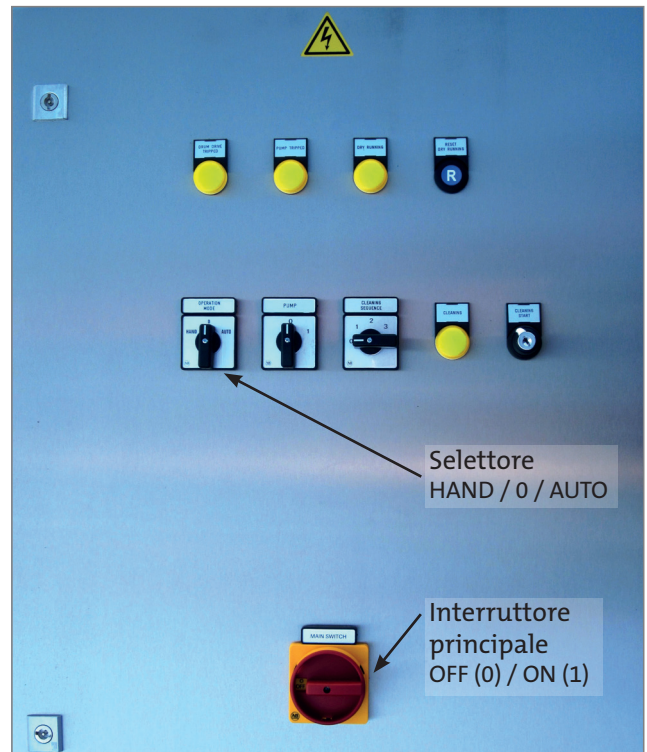

Figura 2.3 Quadro di automazione di Hydrotech (opzionale).
- ▶ Prima di eseguire qualsiasi tipo di manutenzione, portare l'interruttore principale (vedi Figura 2.3) in posizione OFF (0) e bloccarlo in questa posizione tramite un lucchetto.
Il filtro è dotato di un interruttore principale (vedi la Figura 2.3).